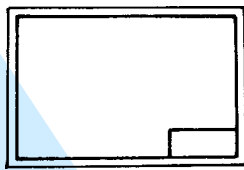
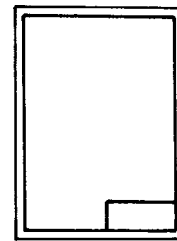

Figura 1 - Folha horizontal
Figura 2 - Folha vertical
3.1.1.3 As folhas de desenhos podem ser utilizadas tanto na posição horizontal (ver Figura 1) como na vertical (ver Figura 2).
3.2.1 A posição da legenda deve estar dentro do quadro para desenho de tal forma que contenha a identificação do desenho (número de registro, título, origem, etc.); deve estar situado no canto inferior direito, tanto nas folhas posicionadas horizontalmente (ver Figura 1) como verticalmente (ver Figura 2).